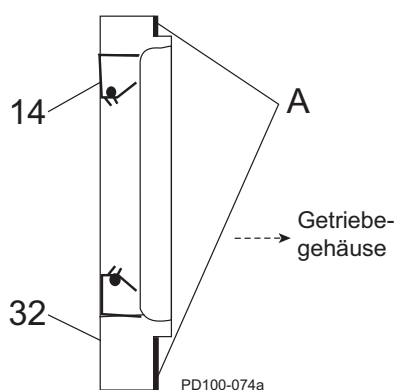

Abbildung 32 - Montage der Lageraufnahme
18. Überziehen Sie die Flansche der Aufnahmen mit Silikonschmierstoff (Abbildung 32, Pos. A; bei silikonfreien Modellen kann Gore-Tex®-Dichtungsband verwendet werden). Die Schmierstoffdichtung (Pos. 14) ist bündig mit der Vorderseite der Lageraufnahme. Bei den Modellen 030 liegt die Schmierstoffdichtung an der Stufe im Innenumfang der Aufnahme an.
19. Montieren Sie die Lageraufnahmen (Abbildung 32, Pos. 32).